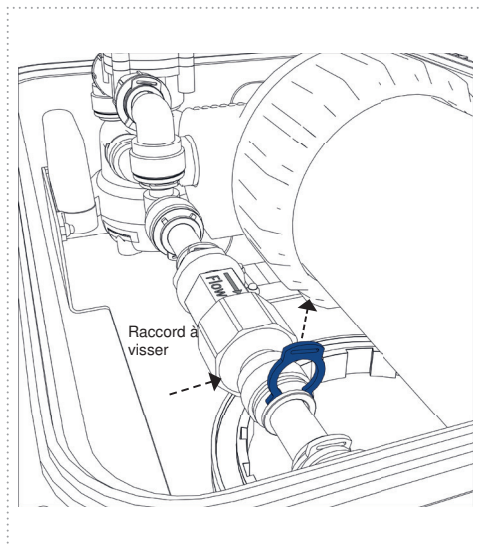

Figure 27
3. Côté sortie d'eau, retirez la bague de sécurité du raccord à visser (Fig. 27)